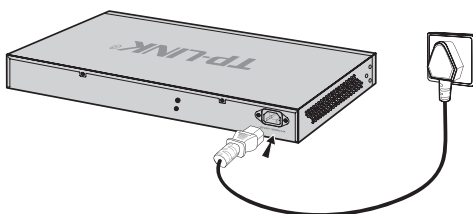

图3-3 电源线连接示意图
- 交换机原装电源线连接交换机与电源插座, 如图3-3所示。